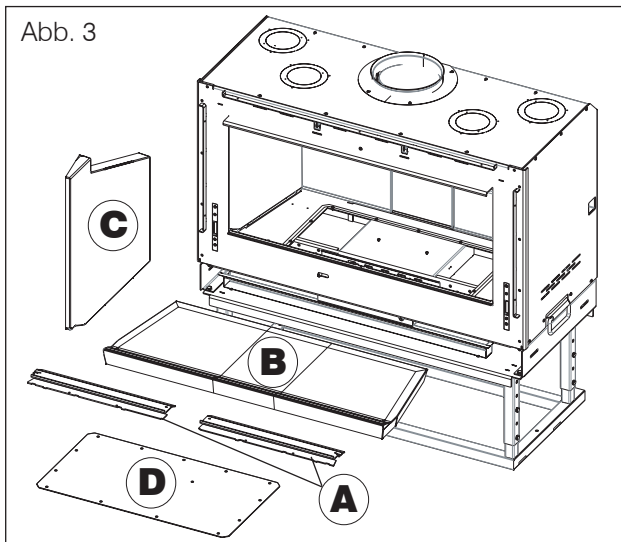
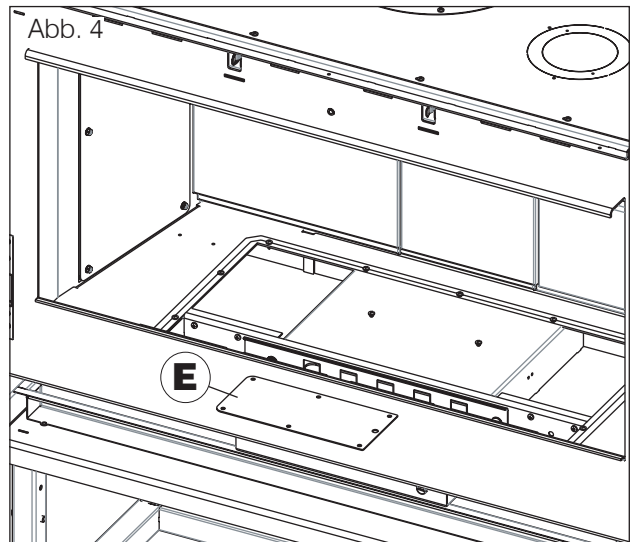

Abb. 3
Abb. 4
- Die zwei Luftleitbleche (**A** - Abb. 3), den Feuerraumboden (**C** - Abb. 3) und die Seitenteile (**D** - Abb. 3) entfernen.
- Das angeschraubte Blech (**D** - Abb. 3) und die darunter befindliche, angeschraubte Platte (**E** - Abb. 4) herausnehmen, um auf das Einbaufach für das Thermostatventil zugreifen zu können.